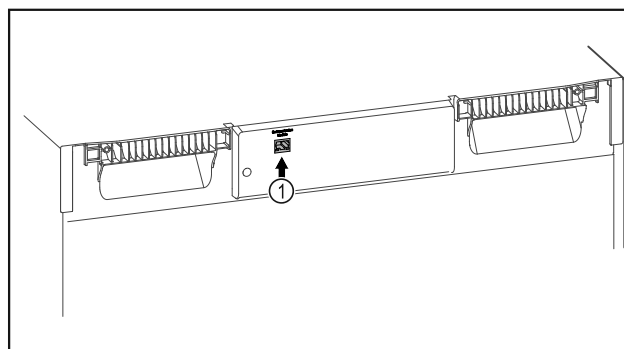

Fig. 126
- SmartModule Fig. 126 (1) is geplaatst.